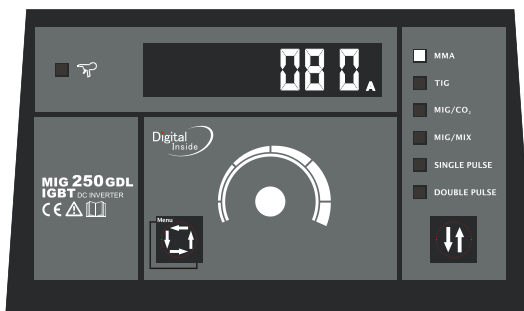

Рис. 2: Предустановленный ток MMA. VRD не включен.
- На дисплее показан предустановленный сварочный ток 80 Ампер (рис.2)